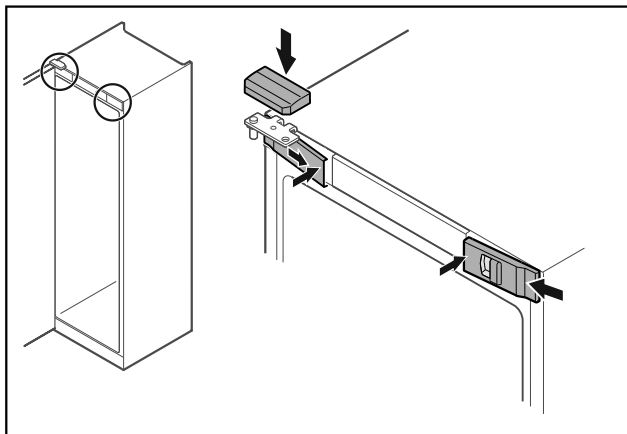

Fig. 52
- ▶ Akassza be oldalt az elülső burkolatokat Fig. 52 (1), és belül pattintsa be.
- ▶ Felülről pattintsa be a felső burkolatot Fig. 52 (2).